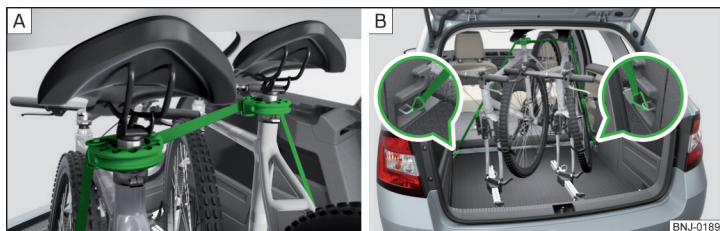

Bild 114 Säkra cykelns stabilitet med ett spännband
- Vid transport av två cyklar drar man bandet mellan sadlarna samtidigt som man drar cyklarna ifrån varandra » bild 114 - **A**.
- Häng karbinhakarna på bandets ändar i de nedre förankringsöglorna bakom baksätena » bild 114 - **B**.